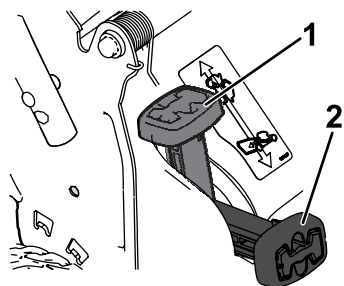

Figure 12
- **Pour ramasser les déchets d'herbe et de feuilles**, appuyez sur le bouton du levier de ramassage sur demande et déplacez le levier en avant jusqu'à ce que le bouton ressorte (Figure 12).